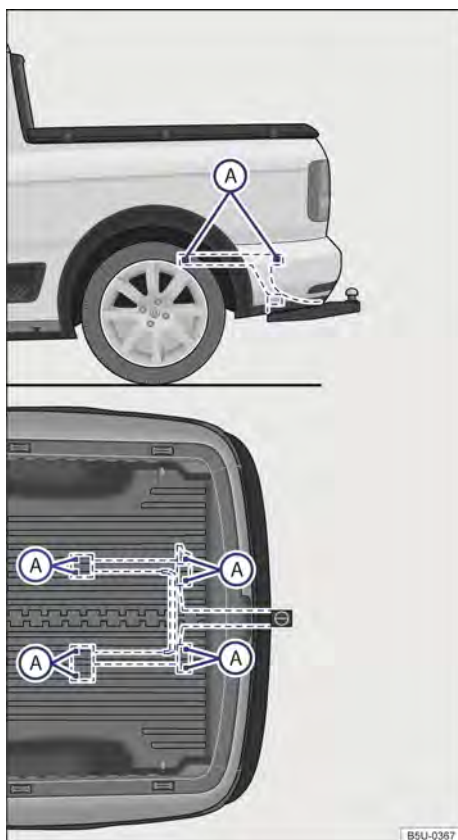

Fig. 170 Pontos de fixação para instalar um dispositivo de reboque posteriormente.
A figura → Fig. 170 ilustra, como exemplo, o ponto de fixação para instalar um dispositivo de reboque do modelo Nova Saveiro.
A montagem posterior de um dispositivo de reboque deverá ser efetuada de acordo com as instruções do respectivo fabricante do engate, sempre respeitando os pontos de fixação indicados na → Fig. 170 (A).